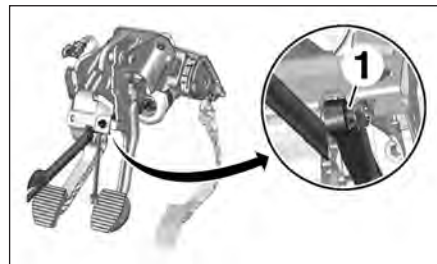

FIG.9
- Pincer les ergots de l'agrafe de verrouillage (1) à l'aide d'une clé à cœl de 10 (Fig.9).